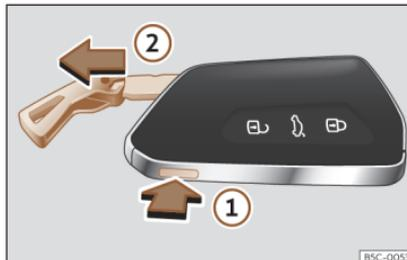

Fig. 57 Llave del vehículo: extraer el espadín.
- Si pulsa una vez el botón»» fig. 57 ① se desbloquea el espadín y aparece una argolla a modo de llavero.
- Mantenga pulsado el botón ① y al mismo tiempo tire de la argolla en la dirección de la flecha»» fig. 57 ② para extraer completamente el espadín.